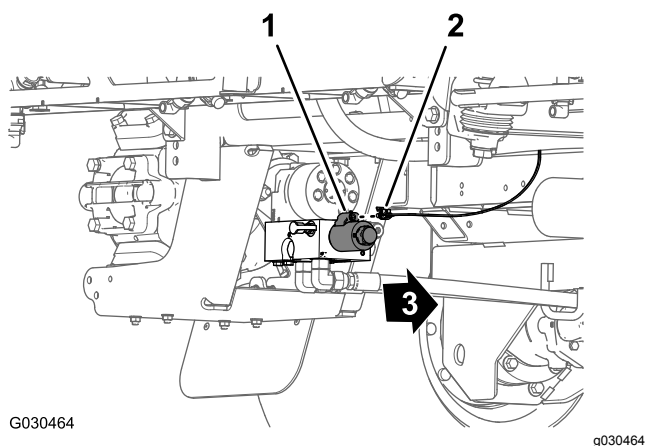

Figura 107
1. Nella parte posteriore della macchina, nella parte interna della pompa dell'irroratrice, collegate il connettore a 2 prese indicato come **Solenoide della pompa dell'irroratrice** della diramazione del cablaggio preassemblato da 86 cm al connettore a 2 pin del relè della pompa (Figura 107).